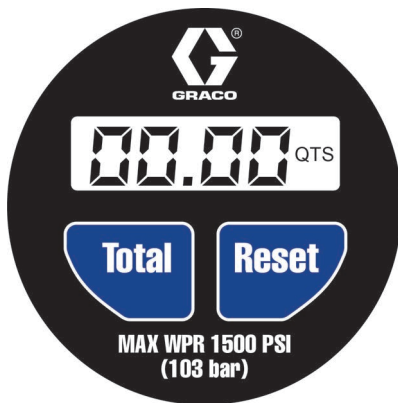
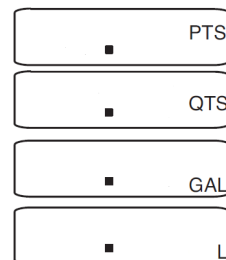

图 4
图 6: 计量单位 (UOM) 示例
也可以通过按下**合计键**或给流量计注入流体来激活数字显示。(图 4)
按下**重置键**清除最后一次分注周期的数量，并使数字显示归零。(图 4)。
重复按**合计按钮**(图 4)更改显示的度量单位。图 6 显示了每个 UOM 屏幕的示例。
2. 当显示出所需的 UOM 时，按下**重置按钮**(图 4)来保存当前的选择。